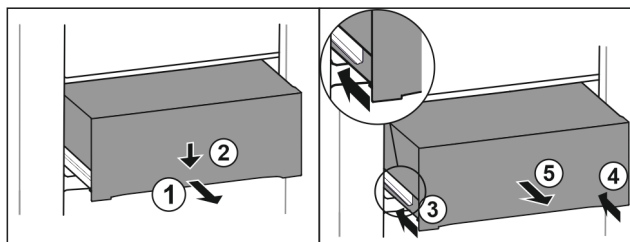

Fig. 172
- ▶ Изтеглете чекмеджето наполовина. Fig. 172 (1)
- ▶ Натиснете надолу чекмеджето от предната страна. Fig. 172 (2)
- ▶ Вкарайте лявата релса приблизително 2 cm навътре. Fig. 172 (3)
- ▶ Вкарайте дясната релса приблизително 2 cm навътре. Fig. 172 (4)
- ▶ Извадете чекмеджето напред. Fig. 172 (5)